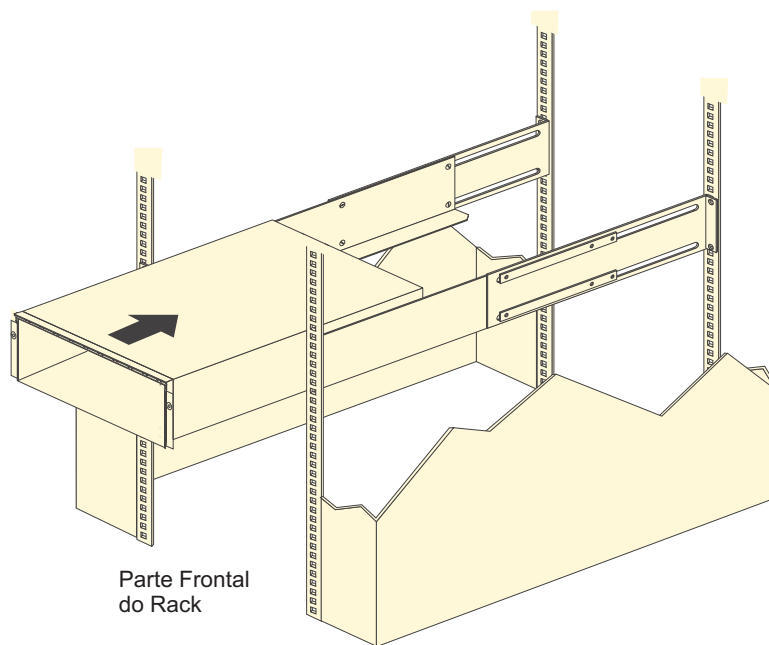

Figura 19. Instalando o DS5020
- b. Com a ajuda de outra pessoa, coloque a parte posterior do subsistema de armazenamento nos trilhos de suporte e, em seguida, deslize a unidade no rack conforme mostrado na Figura 19 na página 44.